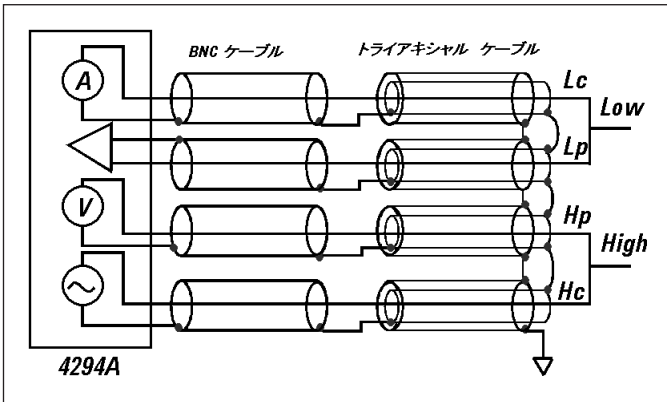
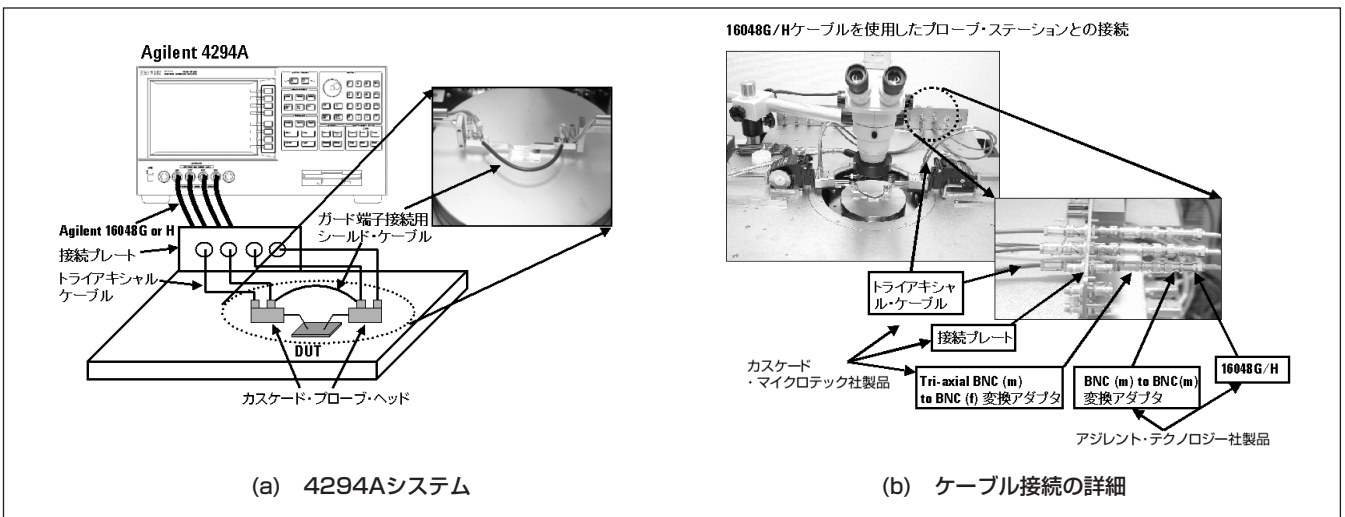

図4-3 ケーブル接続図
図4-4 ケーブル接続の実例
ケーブル接続の概念図を図4-3に示します。また、接続の実例を図4-4に示します。よい接続を実現するには、以下の5点について注意を払う必要があります。
- 1) ケーブルの延長には16048G/Hを使用して下さい。このケーブルは当社が特性を評価し、延長端での測定精度を規定しています。ケーブル端をプローブ近くに設けられたコネクッション・プレートに図4-4(b)に示されるアダプタを用いて接続します。
- 4) Low側とHigh側の外皮（ガード）をお互いに接続します（図4-4中の(A)を参照）。
最後に、図4-3、図4-4の接続例では延長部にトライアキシャル・ケーブルを使用しました。これは高インピーダンスの測定アプリケーションにおいて、微小電流の測定を精度よく行うため